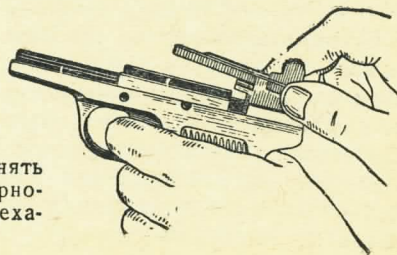

Рис. 80. Как снять колодку ударно-спускового механизма
7) **снять колодку ударно-спускового механизма:** удерживая левой рукой рамку пистолета за рукоятку, правой рукой снять колодку кверху (рис. 80).